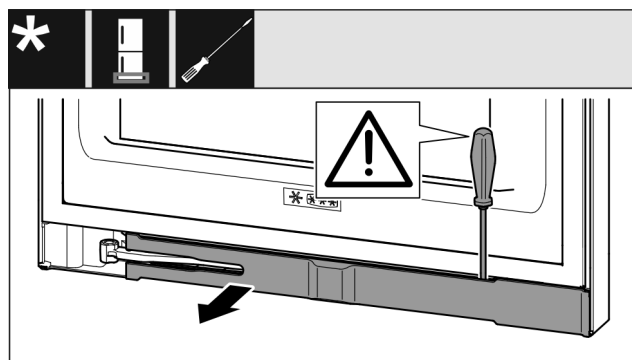

Fig. 12
- Disinnestare la maschera con un cacciavite a intaglio e ruotarla lateralmente. (vedere Fig. 12)